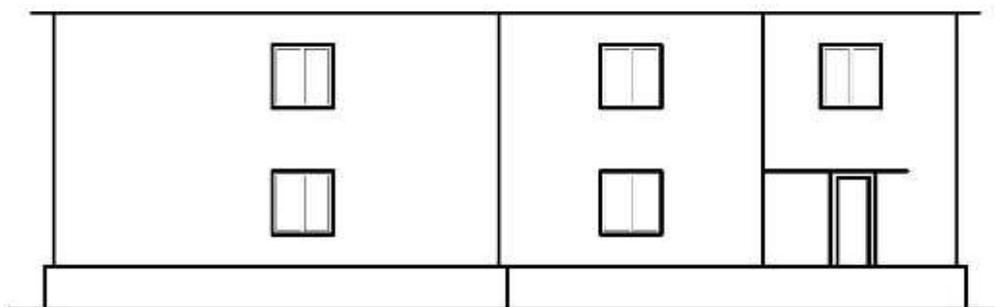

Рисунок 9.6 – Вычерчивание фасада здания3
5. На основании построенного контура оконного проема создать блок и вставить на фасад, используя команды «Создать блок», «Вставить блок», «Копировать» (рисунок 9.6).